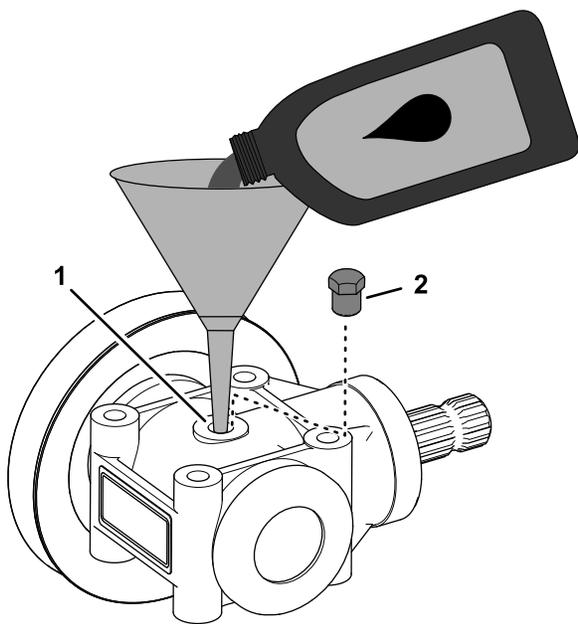

Figura 120
3. Gire la caja de engranajes para alinear el orificio del tapón de la caja hacia arriba (Figura 120).
- Añada 112 ml de aceite del tipo especificado en la caja de engranajes a través del orificio del tapón de la caja (Figura 120).
- Coloque el tapón de la caja en el orificio del tapón de la caja de engranajes de la carcasa de corte (Figura 120).